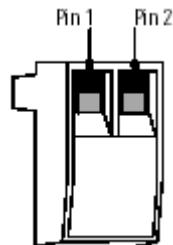

Рисунок 13. REPO разъем
- Подсоедините изолированные нормально разомкнутые релейные контакты (номинал 60 В постоянного тока максимум, 30 В переменного тока RMS максимум, и 20 мА максимум) через REPO устройство к контакту 1 и контакту 2 (см. рис. 13). Используйте витой неэкранированный провод размером 18–22 AWG (0.75 мм² – 0 мм²).